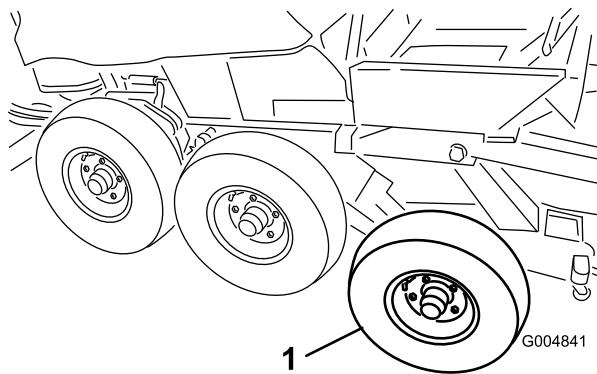

Bild 52
20. Entfernen Sie die vorderen und mittleren Reifen vom Winterkit (Bild 52).